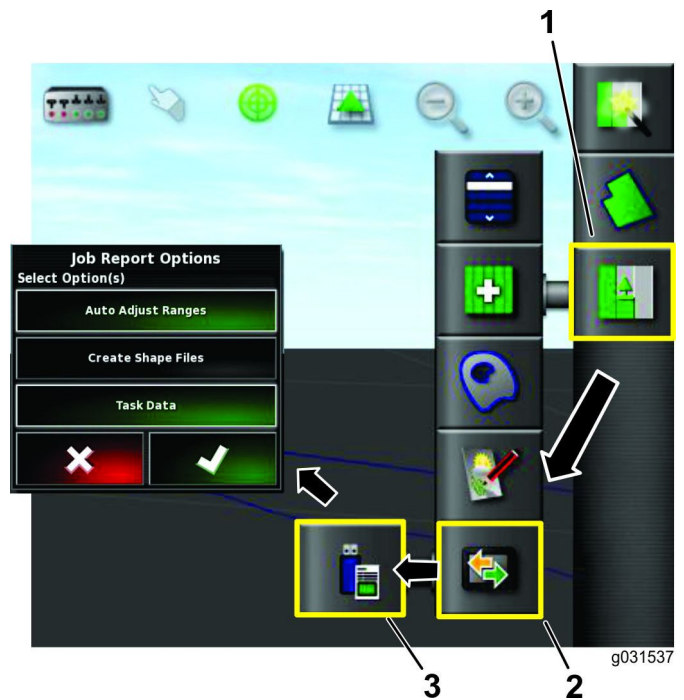

Рисунок 32
3. Нажмите на значок меню рабочего задания (Рисунок 32).
4. Нажмите на значок ОБМЕНА ДАННЫМИ (Рисунок 32).
5. Нажмите на значок ЭКСПОРТА ОТЧЕТА О РАБОЧЕМ ЗАДАНИИ НА USB-НАКОПИТЕЛЬ (Рисунок 32).